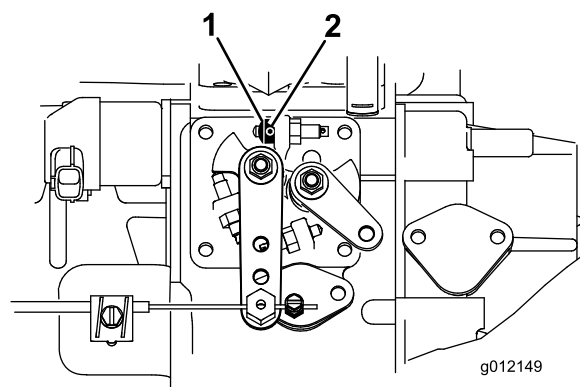

Figura 6
1. Desaperte o parafuso no travão do regulador (Figura 6).
2. Deslize o travão do regulador para o parafuso de travão de ralenti elevado (Figura 6). A extremidade angulada do travão do regulador deve ser posicionada virada para fora.